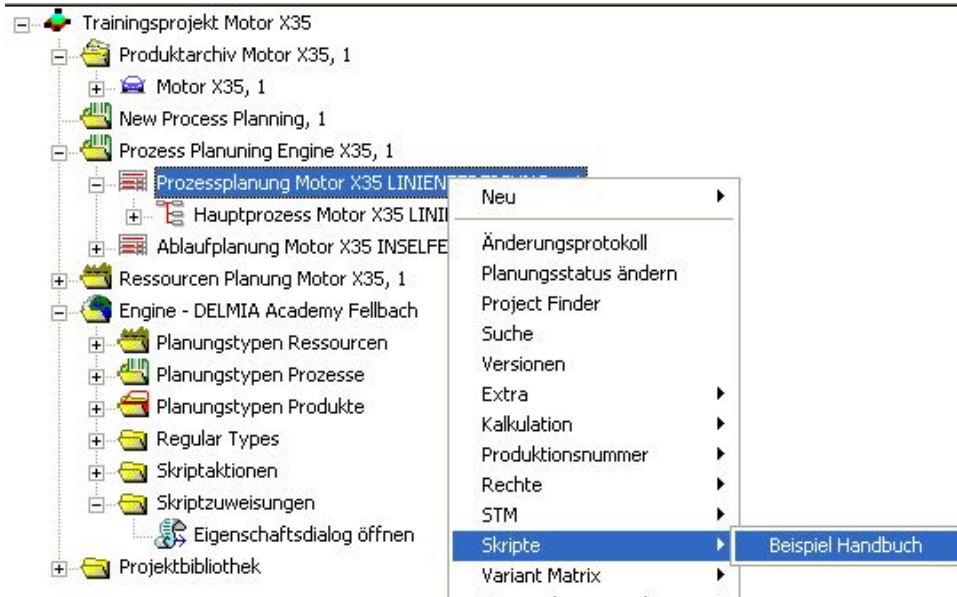

Abbildung 234: Skript ausführen
- ➔ Im Kontextmenü des gewählten Planungstypen wird die Option *Skripte* angezeigt. Siehe Abbildung 234.
- Öffnen Sie im dritten Schritt das Kontextmenü auf dem Planungstypen. Sie können mit Hilfe der Option *Skripte* das Skript ausführen und den Eigenschaftsdialog des Planungstypen öffnen. Siehe Abbildung 234.